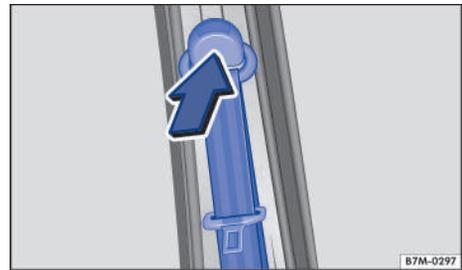

Fig. 27 Junto a los asientos delanteros: regulador de la altura del cinturón.
1. Presione el dispositivo de reenvío en el sentido de la flecha y manténgalo en esta posición → fig. 27.